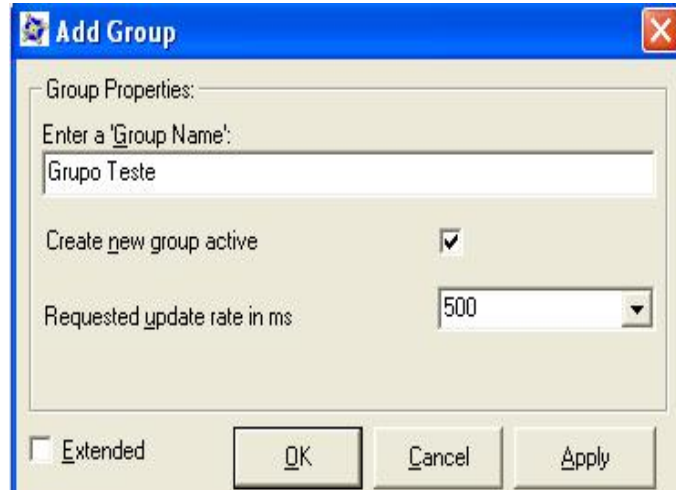

Figura 6.24: Criação de um grupo.
- Passo 2: No passo seguinte, o OPC Scout irá requerer um nome para o grupo que será criado através do cliente no servidor (ver figura 6.24) .